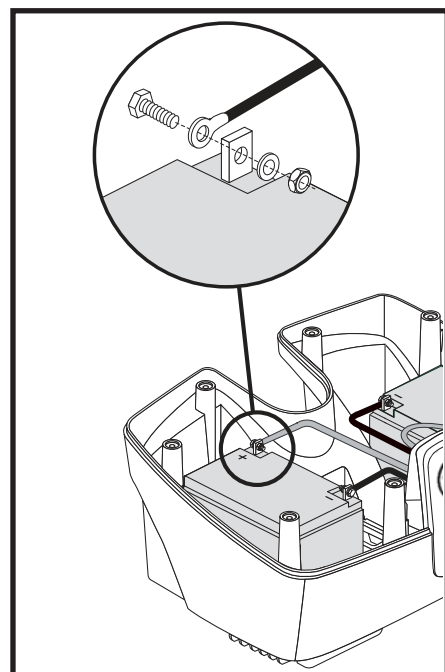

Figure 20. Débranchez les câbles d'alimentation de la batterie sur une boîte de batterie 17-22 Ah
**NOTE:** Certaines batteries nécessitent l'enlèvement d'un écrou et d'un boulon lorsque vous débranchez le câble de la batterie à partir de la borne de la batterie. Voir la figure 20.
2. Débranchez les câbles d'alimentation de la batterie et les sangles de fixation puis retirez la batterie du Travel Scooter. **Voir la figure 20.**